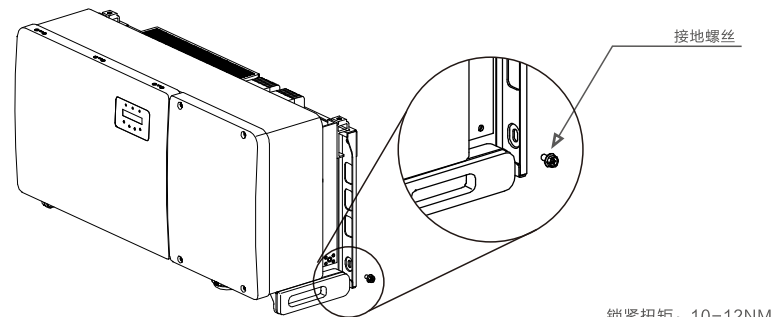

图3.17 固定线缆
6. 将接地线连接到散热器上的接地点，并拧紧接地螺栓，扭矩为10~12Nm（见图3.17）。